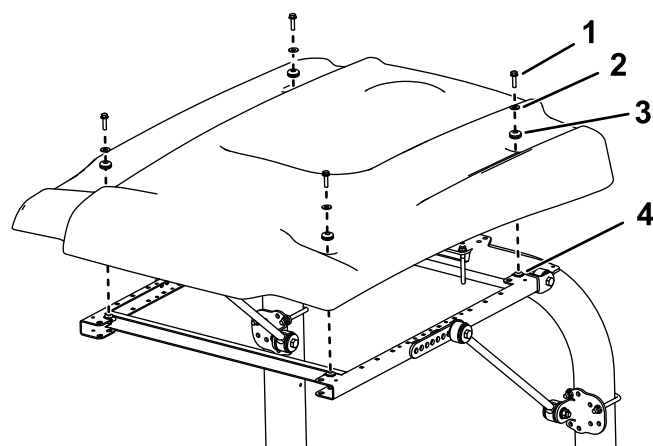

Figure 32
- Lors de l'alignement des trous de fixation, positionnez le pare-soleil sur le cadre comme montré à la Figure 32.
- Fixez légèrement chaque coin du pare-soleil au cadre avec un boulon à embase (5/16" x 1 1/4"), une petite rondelle et une bague (Figure 32).